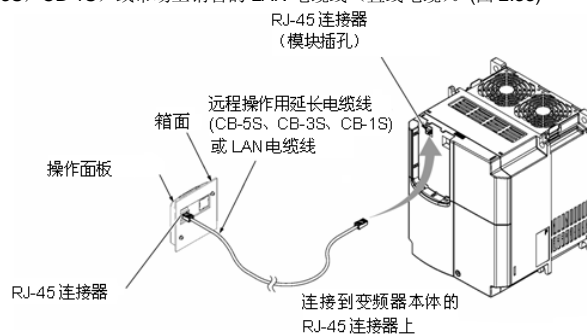

图 2.33 向操作面板・变频器本体连接延长电缆线或市场上销售的 LAN 电缆线
⑤ 在操作面板的 RJ-45 连接器和变频器本体的 RJ-45 连接器（模块插孔）上连接远距离操作用延长电缆线（CB-5S，CB-3S，CB-1S）或市场上销售的 LAN 电缆线（直线电缆）。(图 2.33)